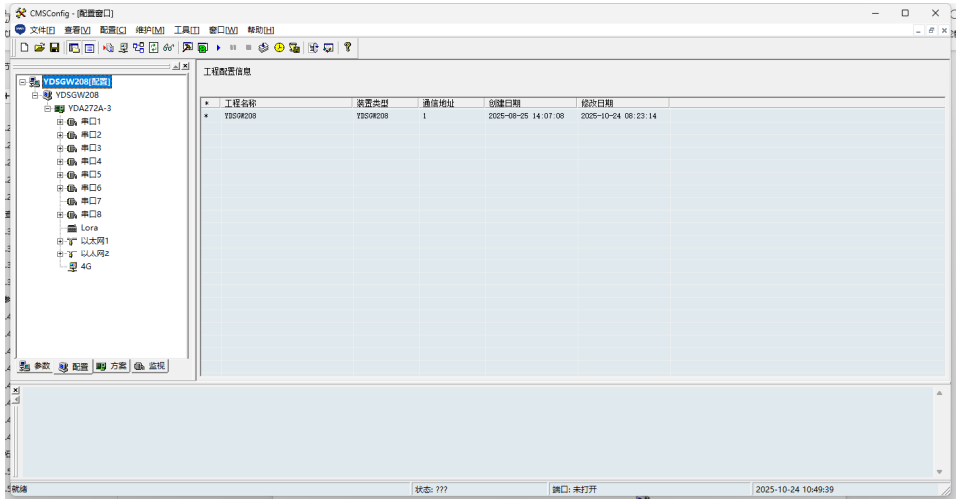

图 5-29 修改工程配置信息
- 修改工程配置信息：点击配置树的一级工程节点“cms_test[配置]”（图标 ），配置窗口显示工程配置信息，如图 5-29 所示。